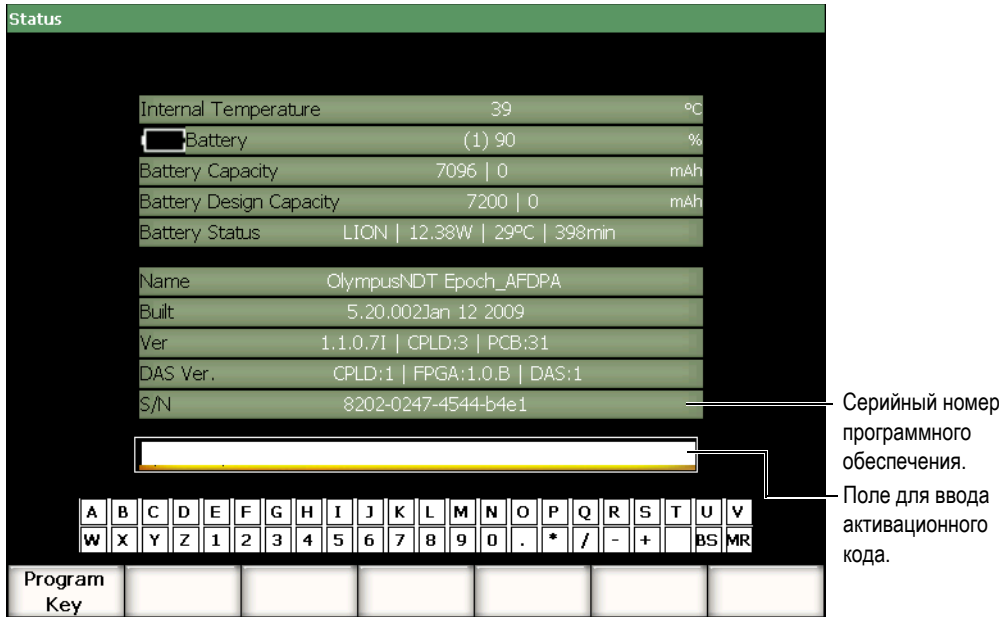

Рис. 11-1 Окно для ввода активационного кода
- 1. В меню 3/5 > **Inst Setup** > **Status** откройте страницу **Status**, показанную на Рис. 11-1 на стр. 198.
5. При помощи виртуальной клавиатуры введите активационный код в поле над клавиатурой (см. Рис. 11-1 на стр. 198).